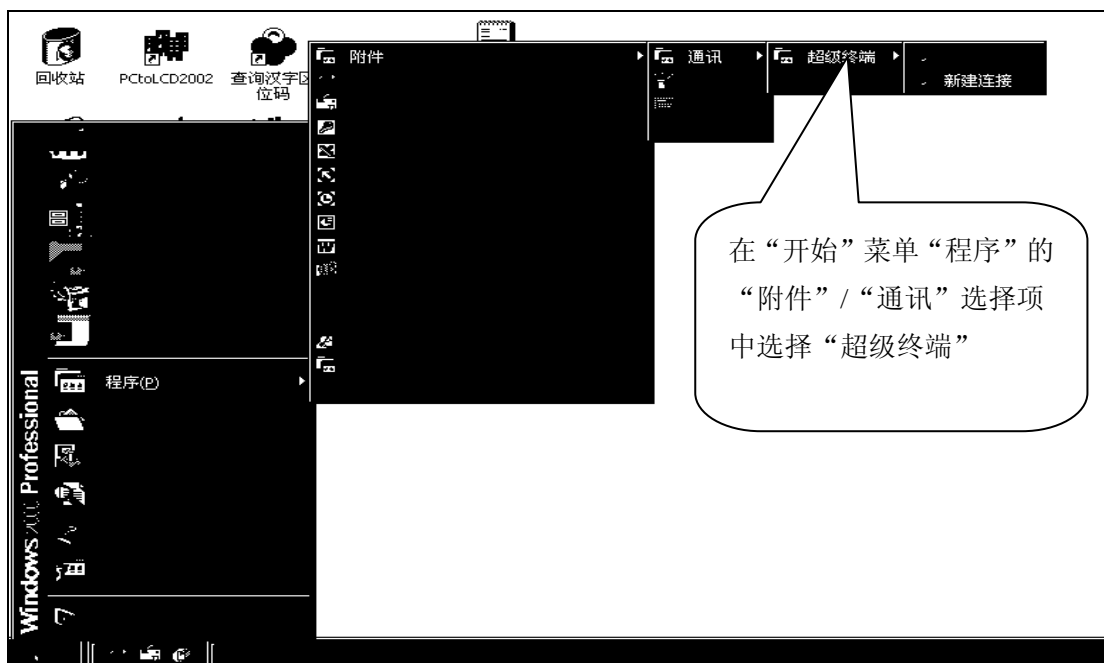

图 7—1：打开超级终端
- 4、在计算机中打开超级终端（图 7—1），挂断连接（图 7—2）：